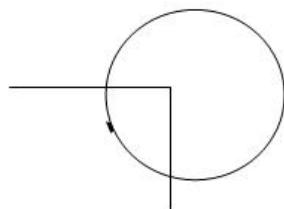

图18 拐弯处探查示意图
(5) 在管道支线的末端，由于发射信号的分流以及管道已经悬空，发射信号不能与大地构成回路等情况，使得接收机的信号很弱或根本收不到信号，此类情况可将发射机移到庭院管网的末端，重新接线，目标管线的信号就非常强。
(6) 单井井架周围发射机盲区，采用双管流程注水采油工艺的管道上探测，探到有两根或两根以上管道时，应将信号强度与埋深结合起来，确定目标管线。以最大法探测为例，在干沙地中，磁场强度的衰耗，探头每提高1m，表头显示值相当于减少400mV左右的电位梯度。在空气中传播与干沙地中传播没有多大变化。同时在探测前进时还要边走边转动探头角度，防止探到某处时，探头正巧与管线走向平行，收不到信号。在上述地区探查时，发射机的功率和接收机的灵敏度也不能随便变动，否则显示的数值就没有可比性。
(7) 管线拐弯处的探测：当用常规方法向前探测，收不到信号时，回走五步做环形探测，即可找到拐弯管线。也可采用一步一扫法，见图18。